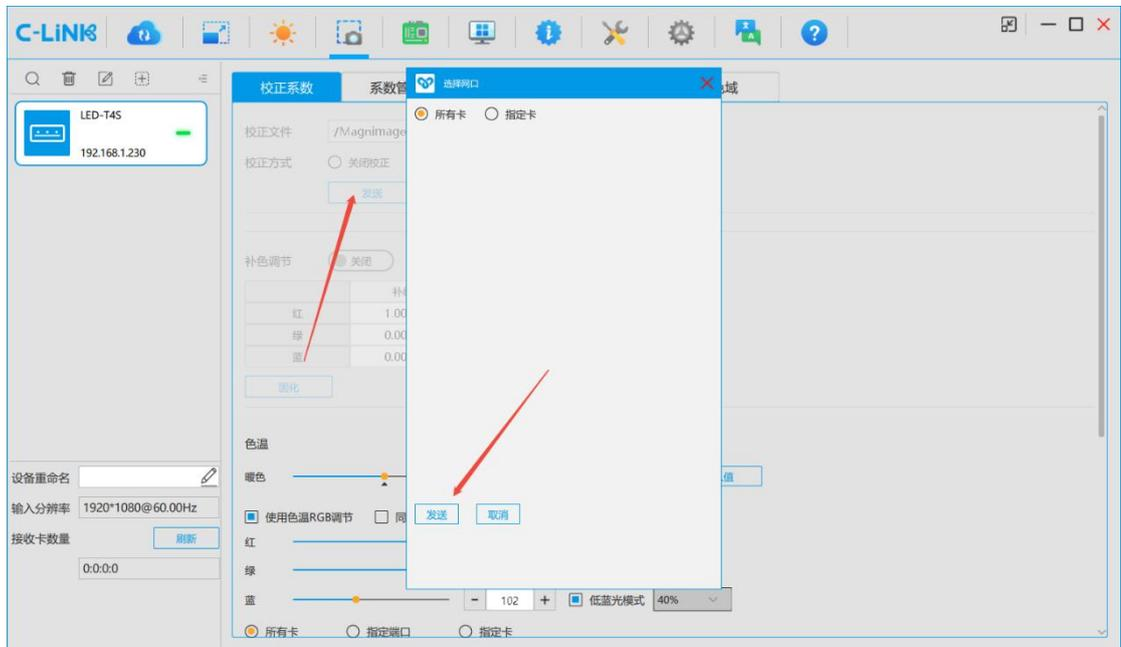

图 10-2 发送校正系数
- 步骤 4 点击发送如图 10-2 所示选择所有卡或指定卡